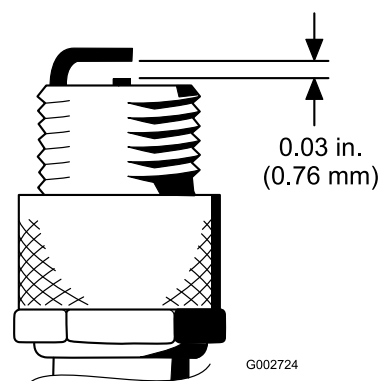

図 29
4. 図 29 のように、電極間のエアギャップを 0.76mm に調整する。